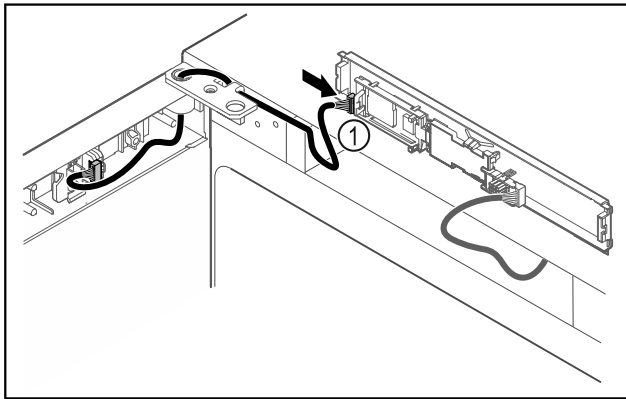

Fig. 45
- ▶ Stecker Fig. 45 (1) an Platine anstecken.